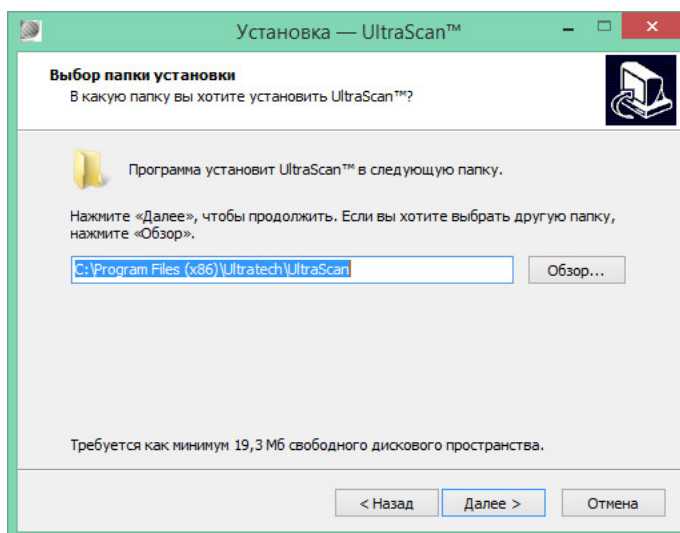

Рисунок 3
3.2.6 Для продолжения установки в следующем появившемся окне (рисунок 3) следует выбрать папку, в которую будет установлена программа, и следом кликнуть по кнопке «Далее».